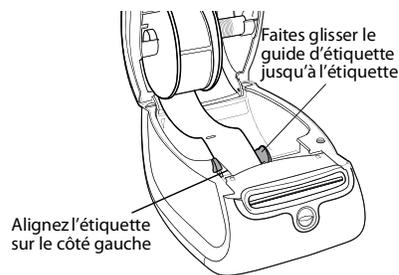

Figure 4
- Les étiquettes sont chargées de manière à ce que le côté gauche de ces dernières et celui de la fente d'alimentation soient alignés. Voir Figure 4.
- 7 Alignez le côté gauche de l'étiquette sur celui de la fente d'alimentation, puis insérez l'étiquette dans la fente. Voir Figure 4.
8 Faites glisser le guide vers la gauche jusqu'à ce que celui-ci et le côté droit de l'étiquette soient alignés. Voir Figure 4.